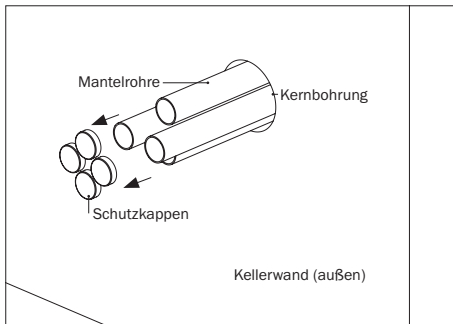

Abbildung 5.3: Schutzkappen entfernen
- Nehmen Sie außenseitig die Schutzkappen von den vormontierten Mantelrohren und bewahren Sie diese auf (s. Abbildung 5.3).